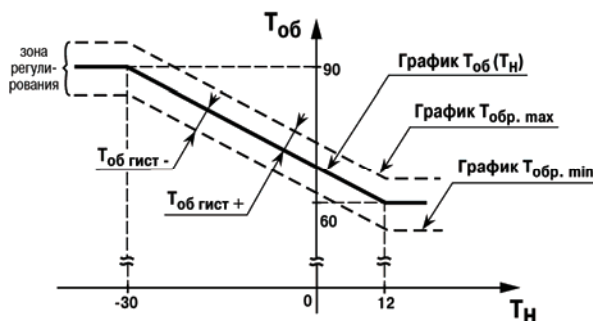

Рисунок 6.13
6.11.14 **Тобр. Гист+, Тобр. Гист-** – Конфигурационные параметры, определяющие границы допустимого изменения относительно графика температуры обратной воды, возвращаемой в теплосеть (см. рисунок 6.13). При выходе температуры обратной воды за заданные пределы прибор переходит к регулированию температуры обратной воды.